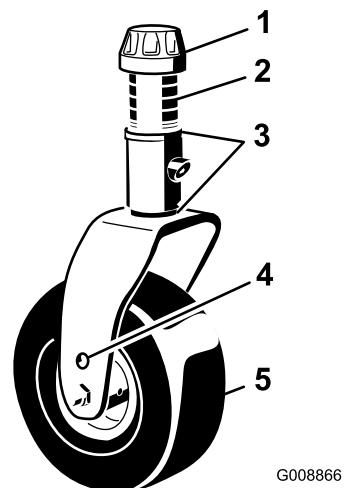
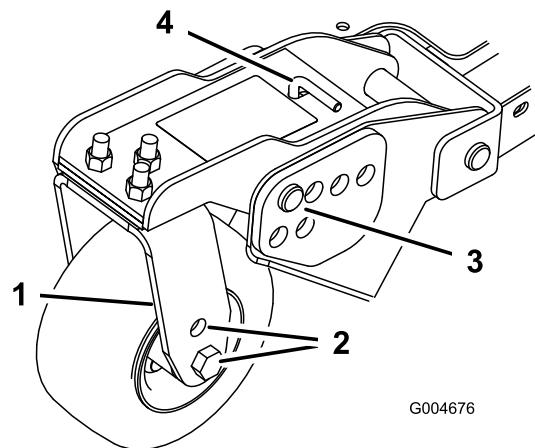
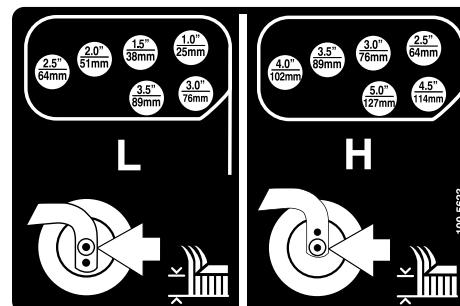

Figure 21
Figure 23
Figure 24
1. Placez les essieux des roues pivotantes dans les mêmes trous sur toutes les fourches (Figure 21 et Figure 23).
2. Enlevez le chapeau de tension de l'axe de pivot et sortez l'axe du bras de la roue pivotante (Figure 21).
- Enlevez la goupille fendue et les axes de chape des bras pivotants (Figure 23).
- Tournez la tige de tension pour éléver ou abaisser le bras de pivot jusqu'à ce que les trous soient en face de ceux du support de hauteur de coupe sélectionnés dans le cadre du plateau de coupe (Figure 23 et Figure 24).